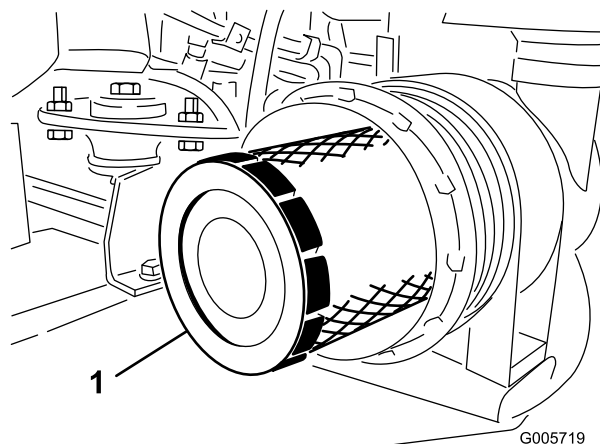

Figure 45
3. Déposez et remplacez l'élément principal (Figure 45). Il est déconseillé de nettoyer les éléments usagés car cela risque d'endommager le matériau du filtre. Vérifiez que le filtre de rechange n'a pas été endommagé pendant le transport. Vérifiez l'extrémité d'étanchéité du filtre et du corps. N'utilisez pas l'élément s'il est endommagé. Insérez l'élément de rechange en appuyant sur le bord extérieur pour l'engager dans la cartouche. N'appuyez pas sur la partie centrale flexible de l'élément.